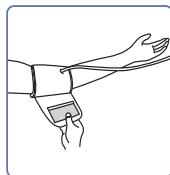

Fig. 4
- Coloque el manguito de manera que los extremos superior e inferior queden apretados alrededor del brazo (Fig. 4).